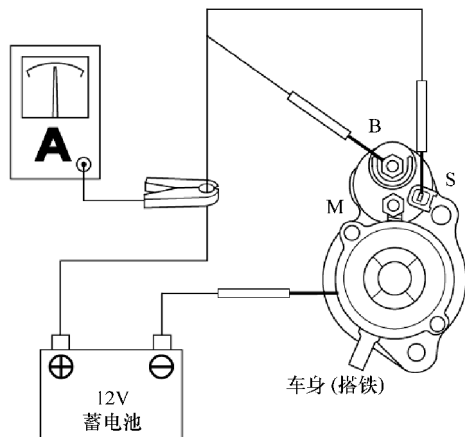

图 24-9 起动机空转试验
9) 如图 24-9 所示, 将起动机连接到蓄电池上, 确认电动机运转。